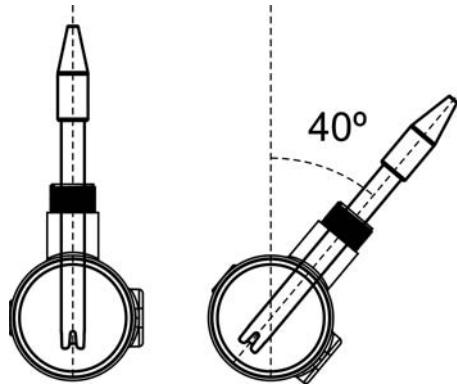

Fig. 13
4. Installare sempre le sonde di pH/ORP in posizione verticale o con un'inclinazione massima di 40° (Fig. 13).